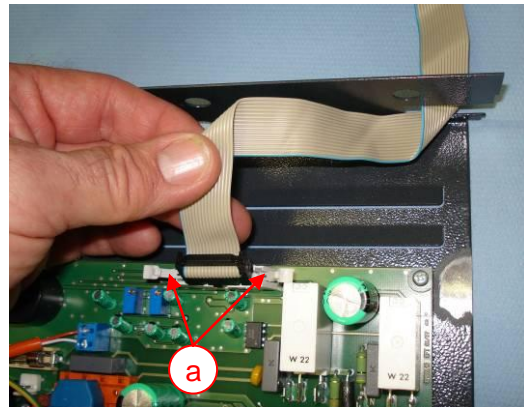

Abb. 25 – Anschluss Flachbandkabel
- Das Flachbandkabel zum Bedienteil (Abb. 25 a), ausstecken. Dazu die Verriegelungshebel zur Seite drücken.
- Die Verriegelungen des Flachbandkabels (Abb. 25 a) müssen geschlossen sein.